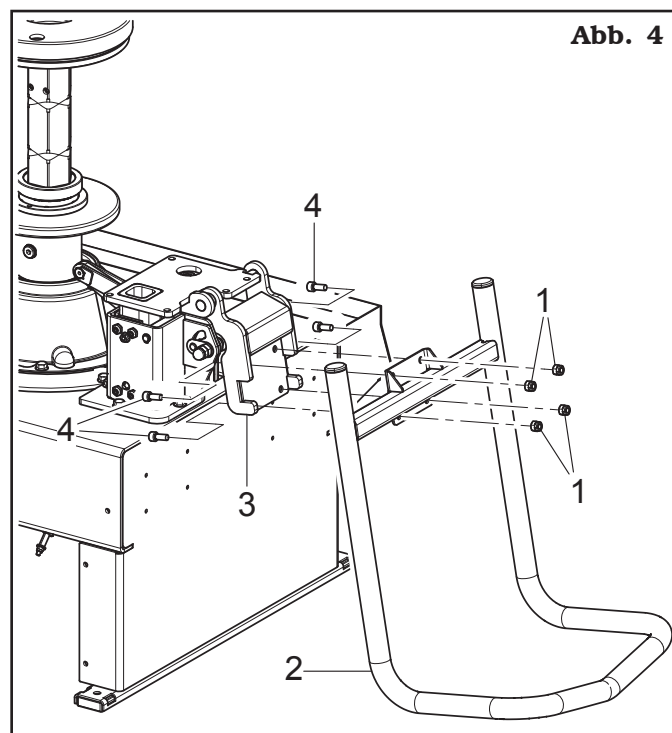

Abb. 4
4. Befestigen Sie das Stützrohr der Umkippvorrichtung (Abb. 4 Pkt. 2) an dem Bügel der Basisstütze (Abb. 4 Pkt. 3) durch den mitgelieferten Schrauben (Abb. 4 Pkt. 4) und Mutter (Abb. 4 Pkt. 1).